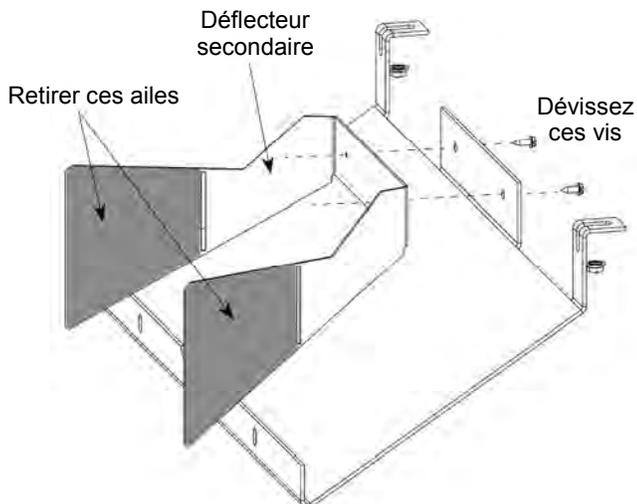

Figure 33.
9. **Conversion du déflecteur - Conversion au propane seulement:** Retirez les 2 écrous 6 mm pour retirer de la chambre de combustion le déflecteur. Voir fig. 31-32. Le réflecteur étant retiré, dévissez les 2 vis à métal et brisez les 2 ailes d'extension du déflecteur secondaire, aux perforations. Voir fig. 33.